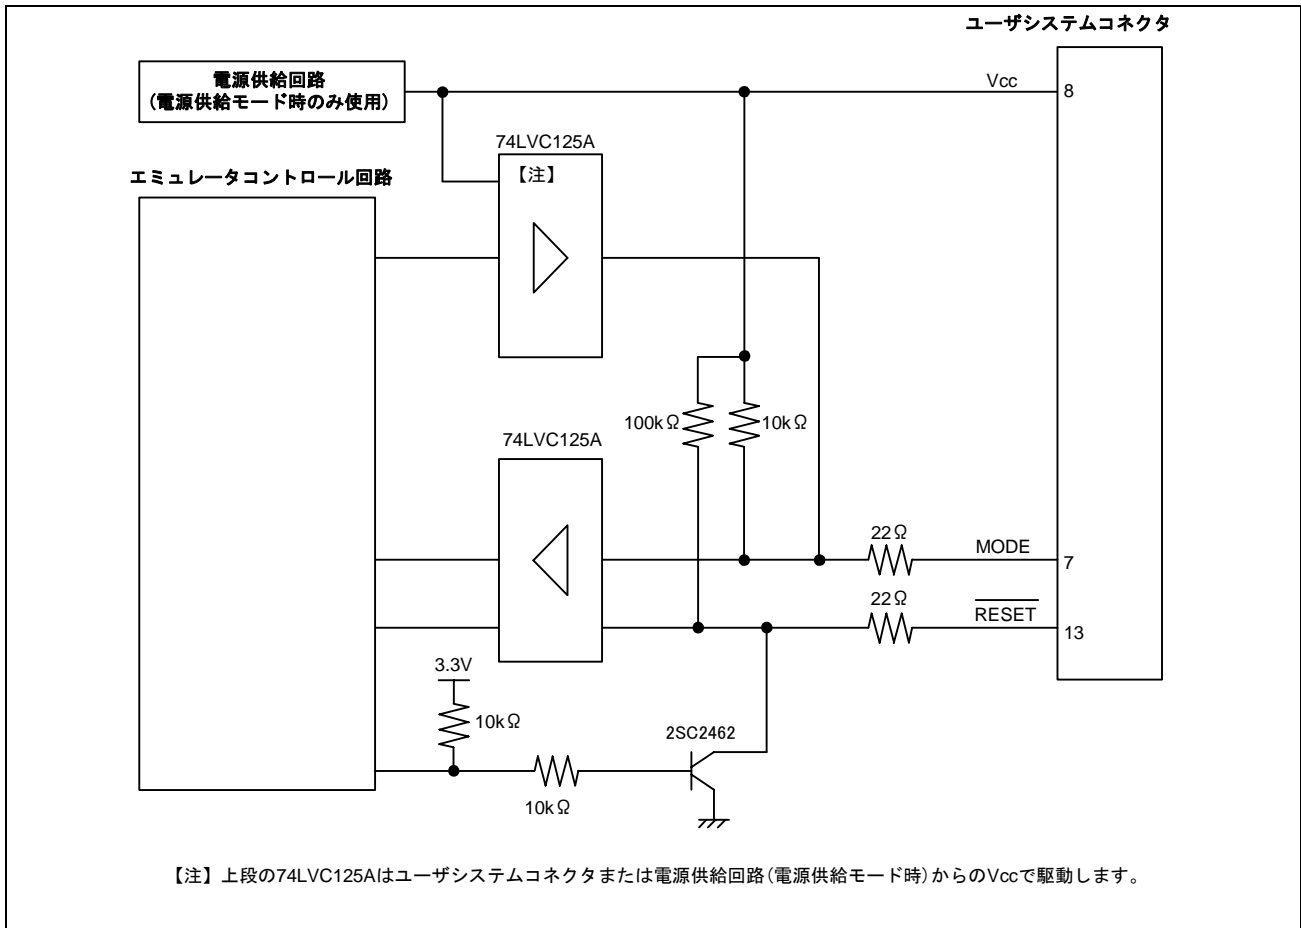

図 5.4 エミュレータ内インタフェース回路 (参考)
7. 図5.4にE8エミュレータ内インタフェース回路を示します。プルアップ抵抗の値などを決定するときに参考にしてください。